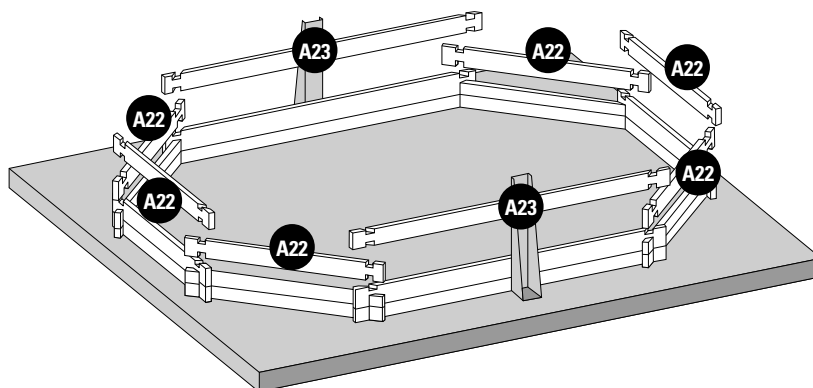

Fig. 4 / Abb. 4 / Afb. 4
**3rd LAYER OF BOARDS:** Install the third layer of boards as shown in figure 4. The position of the refilling fitting with the key and the skimmer should be defined at the start of the assembly (read the specific paragraphs).
**3ÈME RANGÉE MADRIERS :** Positionnez les madriers de la 3ème rangée conformément à la figure 4. Vous devez avoir déterminé l'emplacement de la buse de refoulement et du skimmer dès le début du montage (voir paragraphes spécifiques).
**3. BRETTERREIHE:** Platzieren Sie die Bretter der dritten Reihe laut Abb. 4. Zu Beginn der Montage müssen Sie die Lage des Druckventils und des Skimmers festlegen (lesen Sie hierzu die entsprechenden Abschnitte).
**3ª RIJ PLANKEN:** Plaats de planken van de derde rij zoals te zien is op afbeelding 4. U moet al bij aanvang van de montage bepalen op welke plaats het uitstroombondstuk en de skimmer moet komen (less de betreffende paragrafen).